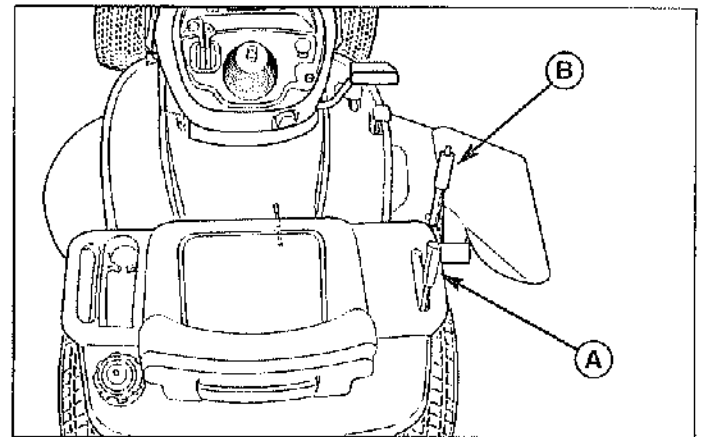

Figure 7. Relevage et abaissement de la tondeuse (Modèles de 102 cm)
2. Mettre la tondeuse sur la position de tonte la plus basse au moyen du réglage de hauteur de coupe (B, figures 7 et 9).
2. Mettre le réglage de hauteur de coupe (B, figures 7 et 9) sur la position la plus basse. Mettre également le levier de relevage sur la position la plus basse. Glisser la tondeuse sous le côté droit du tracteur de façon à ce que l'attelage de la tondeuse s'aligne sur l'attelage avant du tracteur.